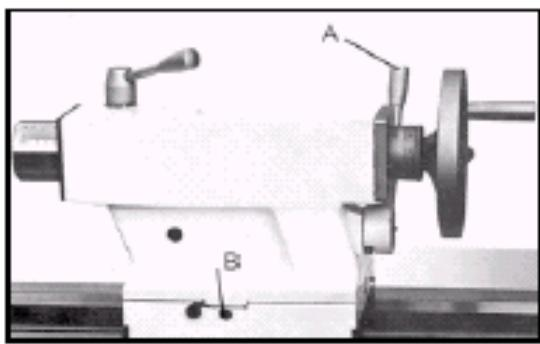

Рис.19
Для перестановки задней бабки ослабьте крепежный винт (A, рис.19). Выкрутите установочный винт (B) на передней стороне, а на задней стороне, соответственно, подтянуть. Снова затянуть регулировочные винты и крепежный винт задней бабки. После окончания работ по обточке конуса задняя бабка снова устанавливается в свое первоначальное положение. Проведите пробную проточку и отрегулируйте станок так, чтобы снова восстановить соосность центров.